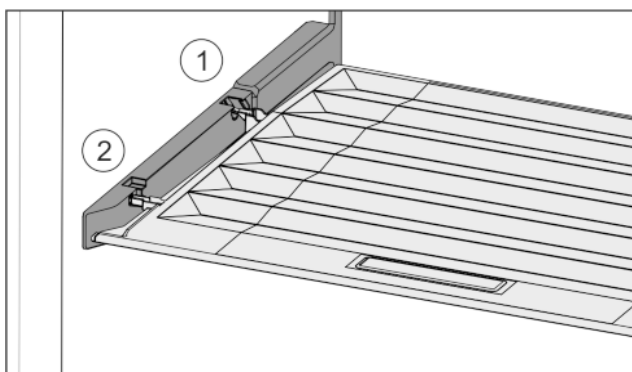

Fig. 30
- ▶ Výstupky veka zaved'te cez otvor zadného držiaka Fig. 30 (1) a zaistite vpredu v držiaku Fig. 30 (2).